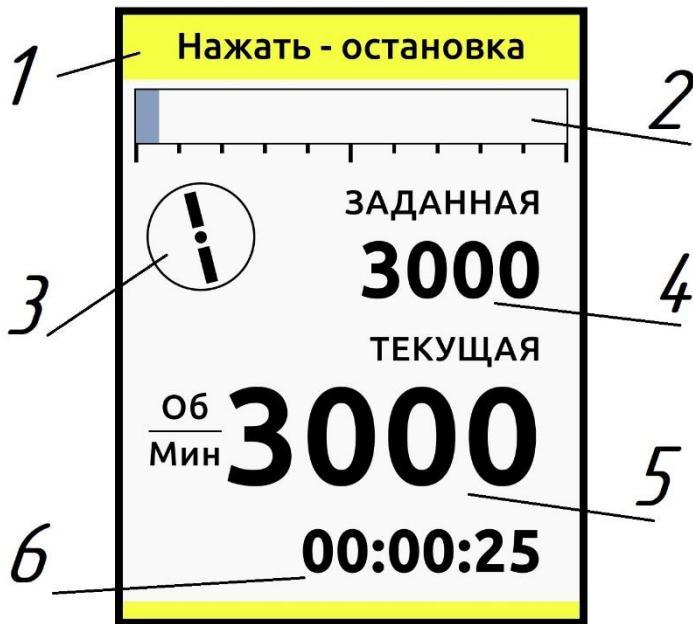

Рис. 2 Рабочая панель экрана прибора
9.1.2 После включения прибора на экране отобразиться приветственное сообщение с информацией о модели, прошивке и логотип компании. После чего, через 3 секунды, на экране отобразиться рабочая панель (Рис. 2);
9.4.5 При каждом запуске вращения двигателя, таймер будет запускаться вновь с отображением обратного отсчёта 6 рис.2;